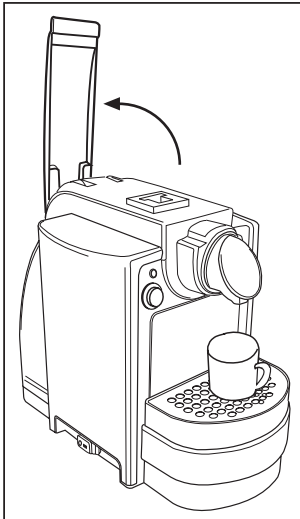
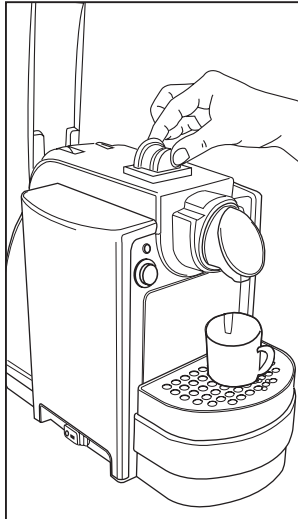

Abb. 8
Abb. 9
- Klappen Sie den Steuerhebel (1) langsam nach hinten (bis zum Anschlag) (**Abb. 8**) und setzen Sie eine Kapsel in die vorgesehene Öffnung ein (**Abb. 9**).
- Klappen Sie den Steuerhebel (1) langsam nach hinten (bis zum Anschlag) (**Abb. 8 Seite 33**) und setzen Sie eine Kapsel in die vorgesehene Öffnung ein (**Abb. 9 Seite 33**).